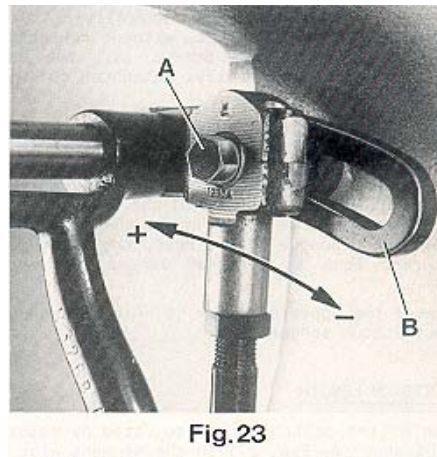

Fig. 23
For matching the upper feed dog travel with the lower feed dog travel loosen screw (A, Fig. 23). Moving the ball link in the slot of rocker lever (B) to the front decreases the upper feed dog travel, moving it to the rear increases the travel. Retighten screw (A).
Para ajustar el movimiento del diente superior con el diente inferior, suelte el tornillo (A, Fig. 23). Moviendo la junta esférica en la ranura de la palanca de accionamiento (B) hacia el frente disminuye el movimiento del alimentador superior, moviéndolo hacia atrás lo incrementa. Apriete de nuevo el tornillo (A).
Regulando los anillos (C, Fig. 23) en la barra derecha e izquierda del pie prensatela, que sirven como soporte para los muelles, se puede variar la presión. Subiendo los anillos aumenta la presión, bajándolos disminuye la presión.